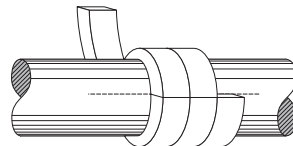

図2-直角切断
2. 直角切断リングを作成します(図2参照)。バイアスカットリングは所定のアプリケーションに指定された場合使用することができます。その際パッキンの正しい冷却と潤滑を確実にするために調整間に時間がかかることに留意してください。以下の方法をお勧めします。シャフトと同じ径の心棒に希望する数量のリングを巻付け、心棒と平行に一直線に切断してリングを切ります。各リングがパッキンの隙間にぴったりかみ合うことを確認してください。パッキンリングの計算寸法を測ってから切らないでください。スタッフィングボックス内のリング継手が正しくかみ合わなくなります。リングを切る代わりに、パッキン切断機があります。